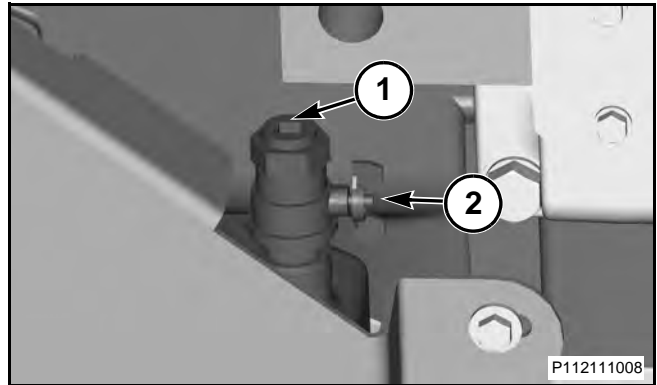

FIG. 72
FIG. 72: Quite el tapón (1) de la válvula de drenaje . Abra la válvula de drenaje (2), para permitir que el agua y el sedimento drenen en un contenedor adecuado.